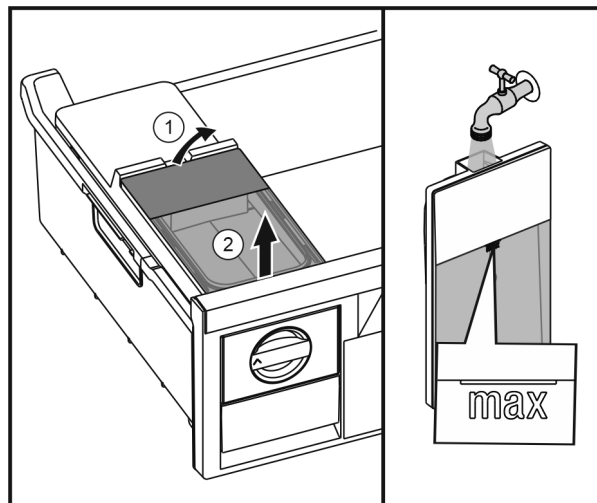

Fig. 38
- ▶ Podnieść zbiornik wody od tyłu Fig. 38 (1) i wyjąć go do góry Fig. 38 (2).